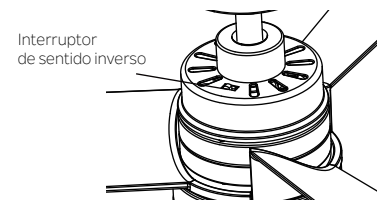

Fig. 25
3. Interruptor de sentido inverso: Controla la dirección, hacia adelante o en sentido inverso. (Fig. 25)